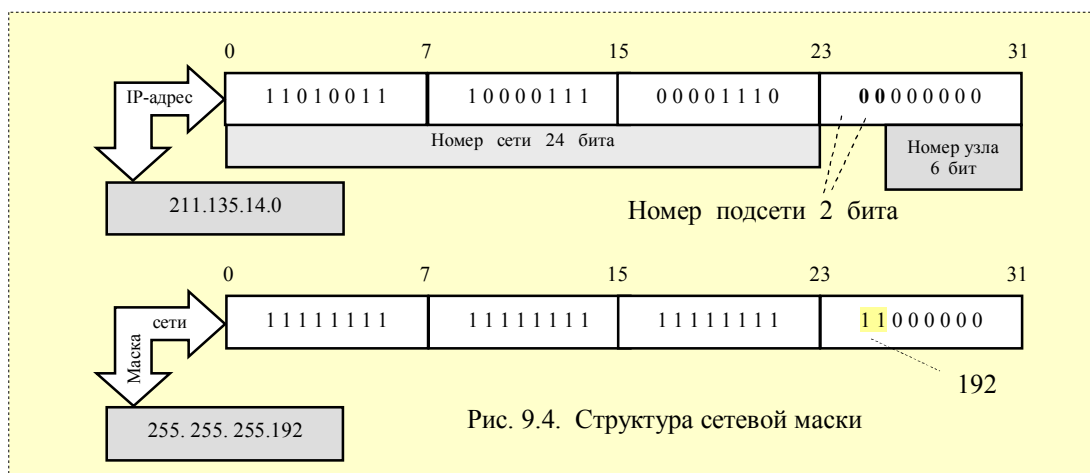

Рис. 9.4. Структура сетевой маски
**Пример.** Пусть в пределах сети с IP-адресом 211.135.14.0 класса С необходимо организовать работу 4 подсетей. Для этого надо зарезервировать 2 (старших) бита из номера узла сети (последний байт адреса), как показано на *рис. 9.4*. Тогда маска сети имеет вид: 255.255.255.192.